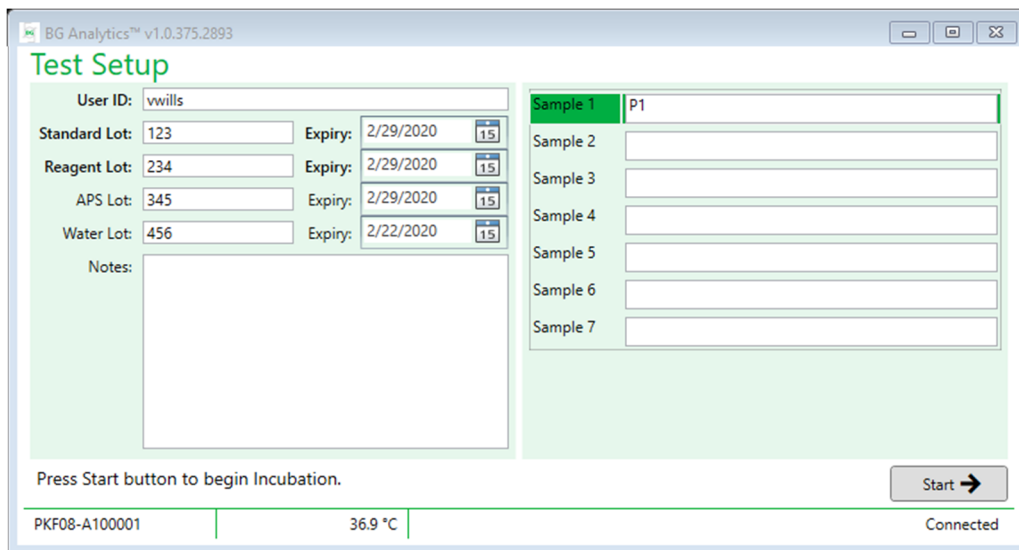

Bild 8. BG Analytics® testinstallationsskärm – exempel på ifylld information
4. Använd streckkodsläsaren på **testinstallations**-skärmen eller fyll manuellt i minsta mängd nödvändig information (se Bild 8) och annan valfri information (om någon):